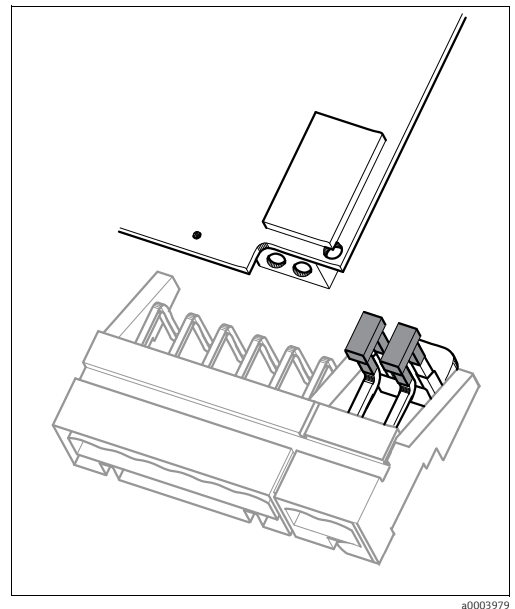

Abb. 24: pH-Eingangsmodul im Gehäusedeckel mit Jumper für Anschluss von ISFET-Sensoren
6. Stecken Sie die mitgelieferten Jumper wie in Abb. 24 dargestellt auf.